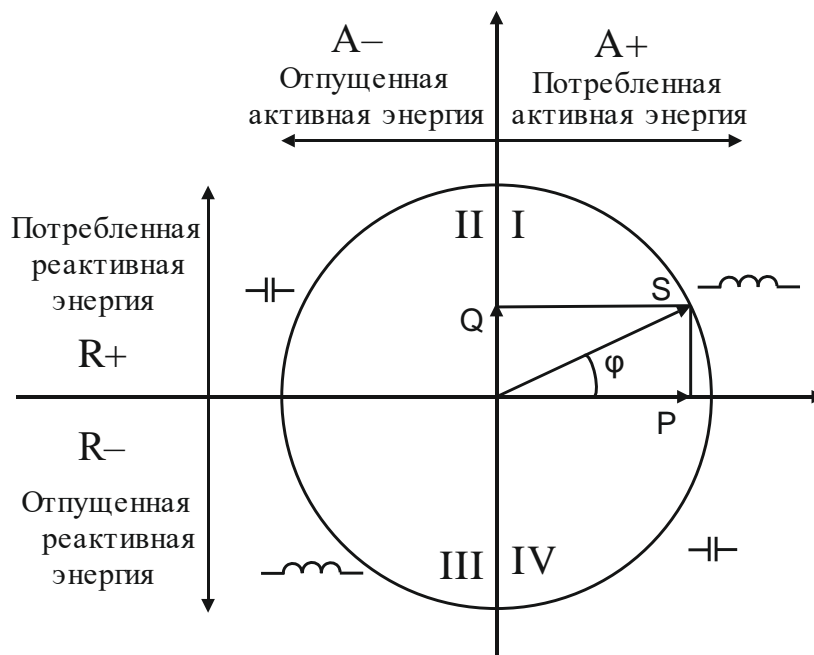

Рисунок 2.1 – Диаграмма распределения активной и реактивной мощности (энергии) по квадрантам
2.2.3 Счётчик в корпусе W32 позволяет измерять следующие типы энергий (см. рисунок 2.1):
2.2.4 Счётчик в корпусе W31 позволяет измерять следующие типы энергий (см. рисунок 2.1):